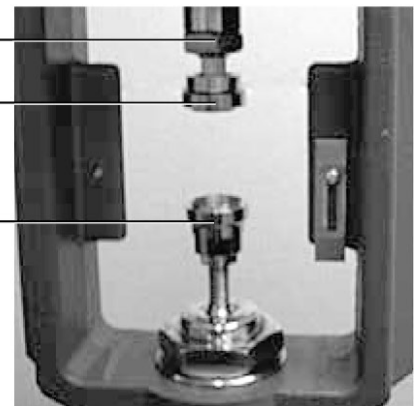

Fig. 16
- Appliquer l'alimentation d'air pour permettre à l'actionneur de se rétracter complètement (voir Fig. 16).